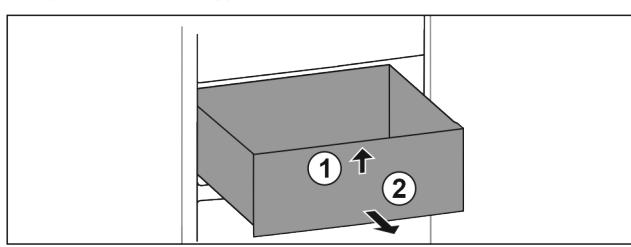

Fig. 68
- Повдигнете чекмеджето отпред. Fig. 68 (1)
- Извадете чекмеджето напред. Fig. 68 (2)